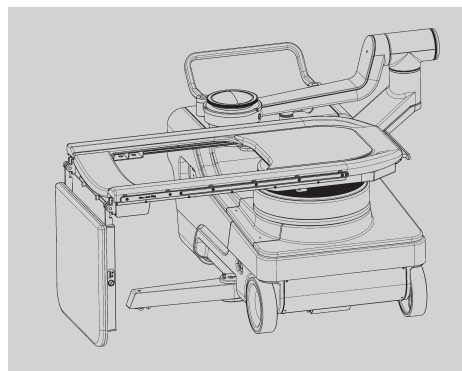

Рисунок 5-2 Раскладывание подставки для ног
- Немного поднимите подставку для ног и потяните ее на себя, пока она не зацепится за край стола (см. рис. 5-2).